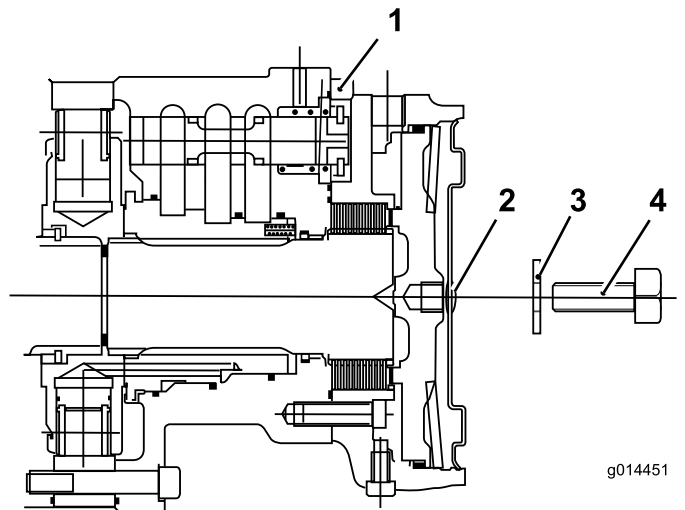

Figure 39
1. Retirez le boulon (12 x 40 mm) et la rondelle (12 mm) du trou au centre de la plaque d'extrémité du moteur (Figure 39).